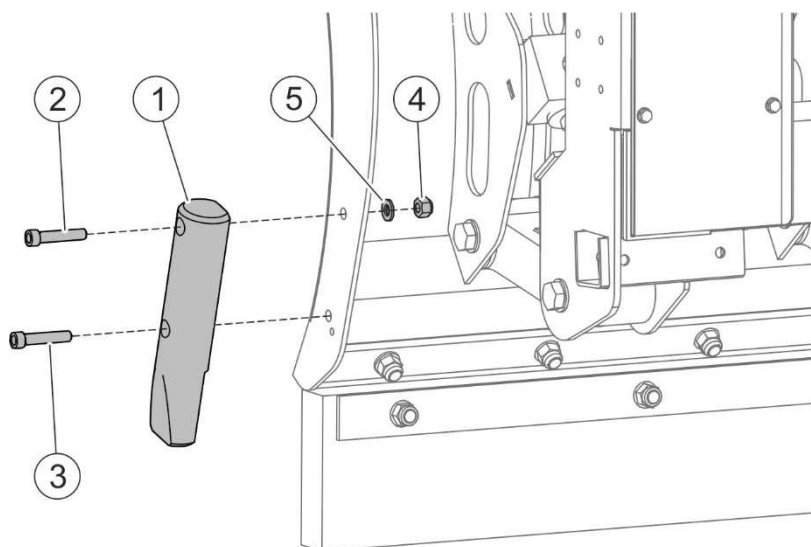

РИСУНОК 5.5 Монтаж отбойников
(1) - отбойник; (2) - болт; (3) - болт; (4) - гайка; (5) - шайба
Снегоотвал оснащен отбойниками (правым и левым) для предохранения краев кромок отвалов при работе вблизи бордюров. Отбойники (РИСУНОК 5.5) крепятся на отвале при помощи двух болтов (2) и (3). Болт (2) закрепляется при помощи гайки (4) и шайбы (5). Болт (3) после закрепления фиксируется клеем для резьбы. Способ замены правого и левого отбойников аналогичный.